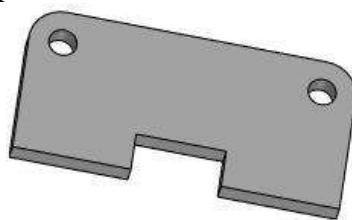
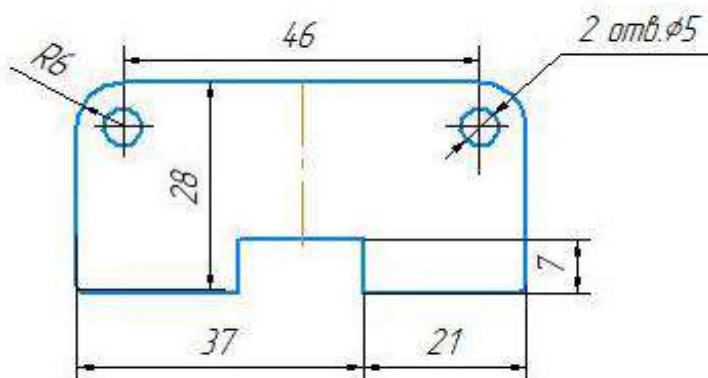

Рис. 1. Планка
Рис. 2 Чертеж
1. По представленному образцу (см. рис.1) и эскизу (см. рис.2) планки изготовить данную деталь.
2. Материал изготовления – сталь Ст3. Заготовка – 60×30×1,5 (2) мм.